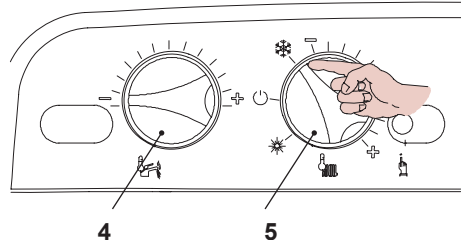

Fig. 2.3
- Ruotate il selettore 5 come in Fig. 2.3.